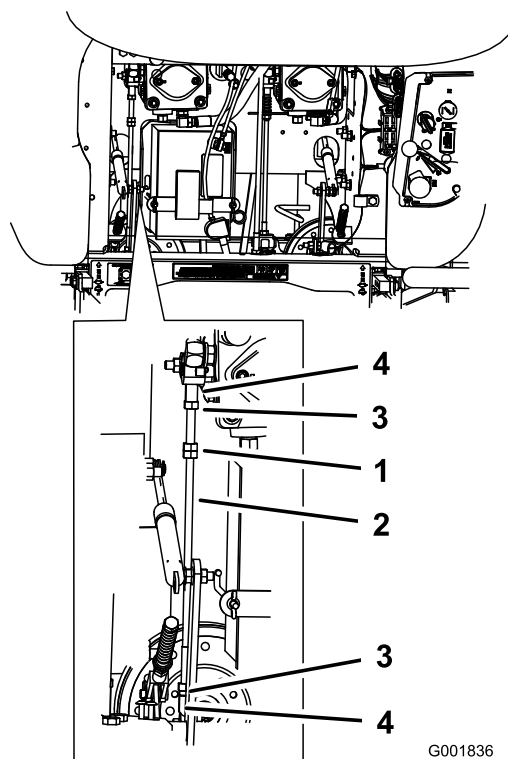

Figura 61
1. Afloje las contratuercas de la articulación esférica de la varilla de control de la bomba (Figura 61).
3. Ajuste la longitud de la varilla de la bomba girando las tuerca doble de la varilla, en el sentido apropiado, hasta que la rueda quede estacionaria o se mueva muy lentamente en marcha atrás (Figura 61).
6. Apriete las contratuercas de las articulaciones esféricas (Figura 61).